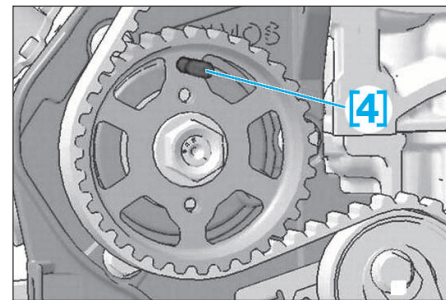

FIG. 9
- Piger la poulie de pompe haute pression ; à l'aide de l'outil [4] (Fig.9).